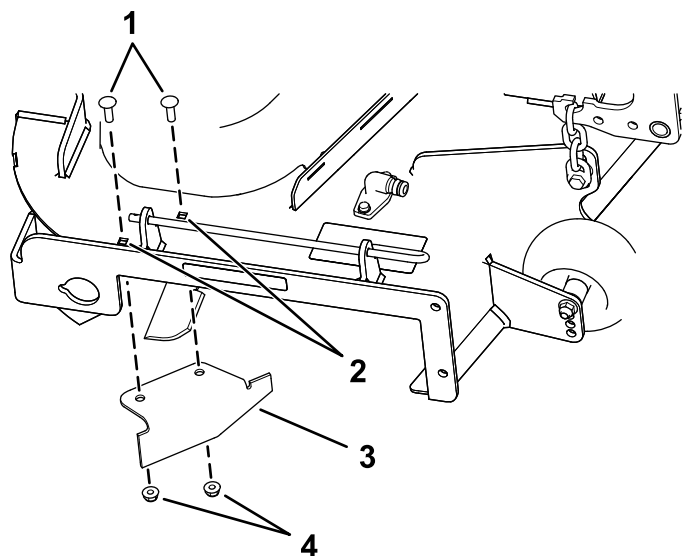

Figure 31
9. Localisez le déflecteur d'ouverture dans le sachet des pièces détachées et retirez les fixations des trous arrière de la plaque d'éjection (Figure 31).